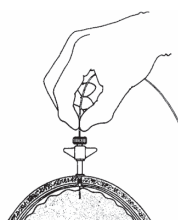

図 4
- (7) 図 4 のように、マイクロセンサーの先端が、硬膜下部、または組織部に入るまでマイクロセンサーをスカル・ボルトに通す。